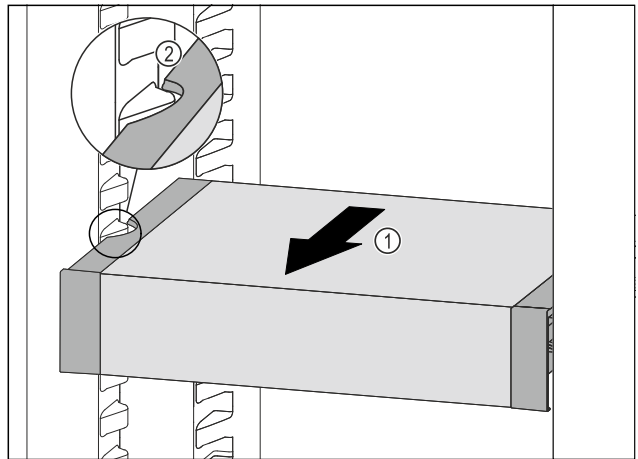

Fig. 103
- ▶ Изтеглете VarioSafe напред Fig. 103 (1), докато страничните прорези на VarioSafe се намират на височината на реброто на съда в хладилната част. Fig. 103 (2)